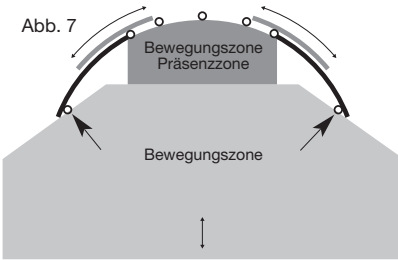

Abb. 7
- Rundschiebetür innen:** Benutzen Sie 7 Markierungen ( siehe Abbildung 7)